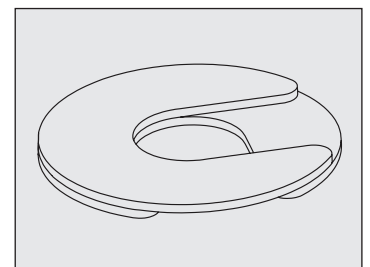

Fig. 10. Instale varias calzas con ranuras de desplazamiento.
- Si se usa más de una calza, asegúrese de que estén giradas 90° entre sí. Véase la fig. 10.
- **NO** utilice más de cuatro (4) calzas en una misma rueda.